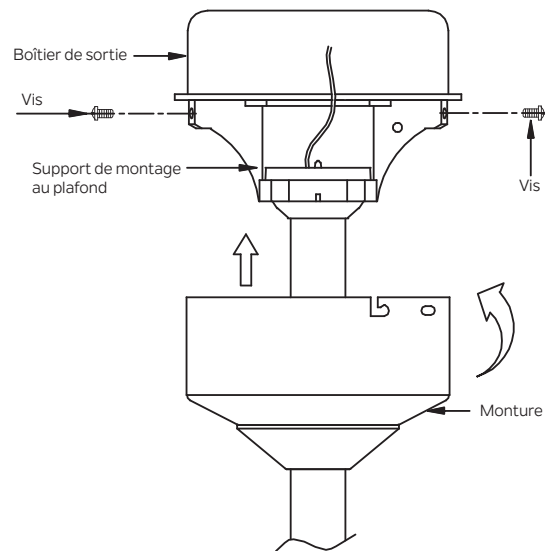

Fig. 17
Étape 2. Faites glisser l'auvent jusqu'au plafond et fixez l'auvent au support de montage au plafond à l'aide de 4 vis sur le bord supérieur du support de montage. Insérez chaque vis dans le trou de montage de la canopée et dans le support de montage. Serrez bien toutes les vis. (Fig. 17)